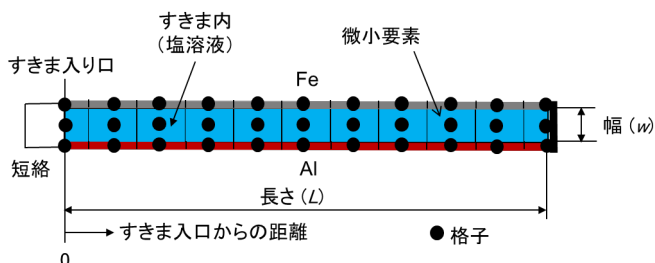

図2 対向したAl電極とFe電極間のすきま腐食の数値解析モデル（L=1cm）
- ・ 図2にすきま腐食の数値解析モデルを示します。ここでは、対向したAl電極とFe電極間のすきま腐食をモデル化しています。